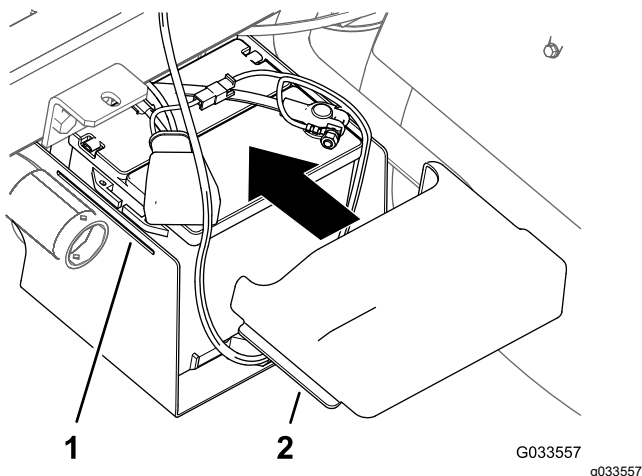

Figure 33
10. Appuyez de chaque côté du couvercle de la batterie pour aligner les languettes sur les fentes de la base de la batterie, puis relâchez les côtés du couvercle (Figure 33).